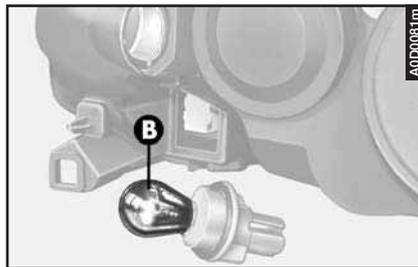

fig. 49
– Estrarre la lampada (**B-fig. 49**) dal portalampada, spingendola leggermente e ruotandola in senso antiorario.